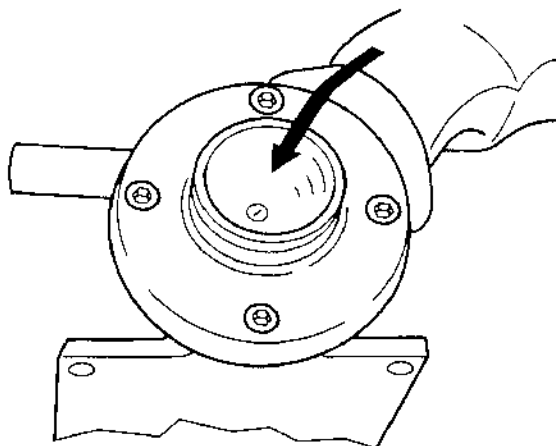

Bild 147
1. Kugelpfanne (Bild 147/Pfeil) mit G-460 fetten.